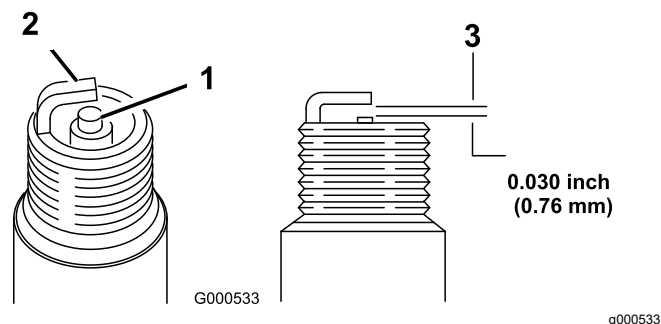

Figura 21
5. Impostate la luce sul tappo a 0,76 mm, fate riferimento a (Figura 21).